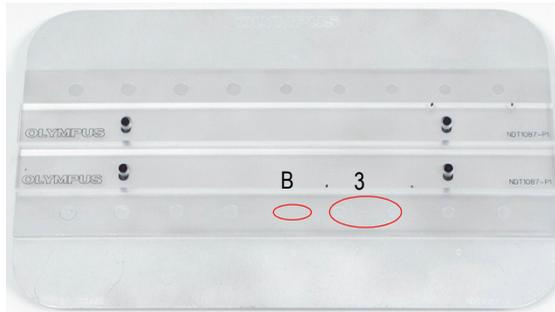

Figura 5-127 Posición 3 del estándar de calibración
21. Coloque la sonda en la posición 3 del estándar de calibración (vea la Figura 5-127 en la página 236) y, a continuación, pulse la tecla de menú A-LIFT NULL ().